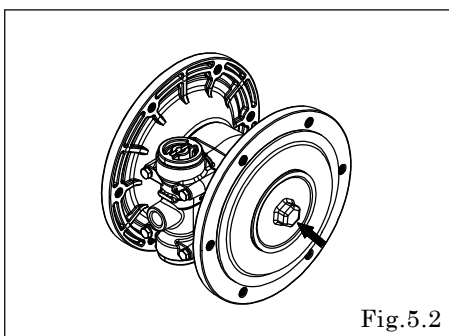

Fig. 5.2
- 使用22 mm扳手，拆下中心连杆两端中盘的其中一侧。（Fig.5.2）